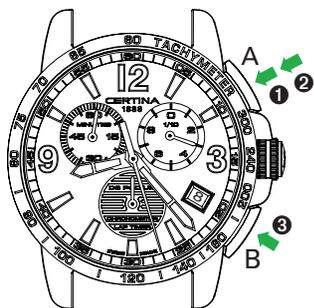

Abb. 1
**AbleSEN der Zeit (gemäß Abb. 1)**
**AbleSEN der Zeit 1 (gemäß Abb. 1)**